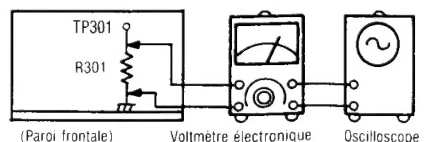

Fig. 9
<p>1. Brancher les appareils comme indiqué dans la Fig. 9.</p> <p>2. Insérer la bande d'essai vierge de référence métallisée (QZZCRZ).</p> <p>3. Appuyer sur les boutons d'enregistrement et de pause.</p> <p>4. Lire le voltage sur le voltmètre électronique et calculer le courant d'effacement au moyen de la formule suivante:</p> $\text{Courant d'effacement (A)} = \frac{\text{Voltage à la résistance R301}}{1 (\Omega)}$